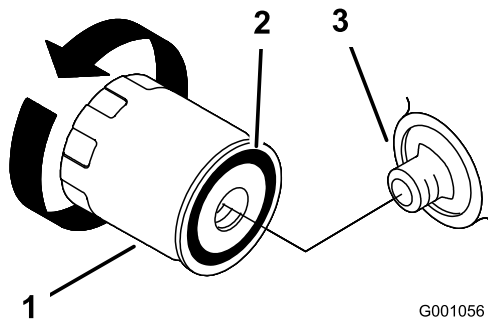

Figure 26
2. Déposez le filtre à huile usagé et essuyez la surface du joint de l'adaptateur (Figure 26).
3. Appliquez une fine couche d'huile neuve sur le joint en caoutchouc du filtre de rechange (Figure 26).
4. Posez le filtre à huile de rechange sur l'adaptateur, tournez le filtre dans le sens horaire jusqu'à ce que le joint en caoutchouc rencontre l'adaptateur, puis serrez le filtre de 2/3 de tour à 1 tour supplémentaire (Figure 26).